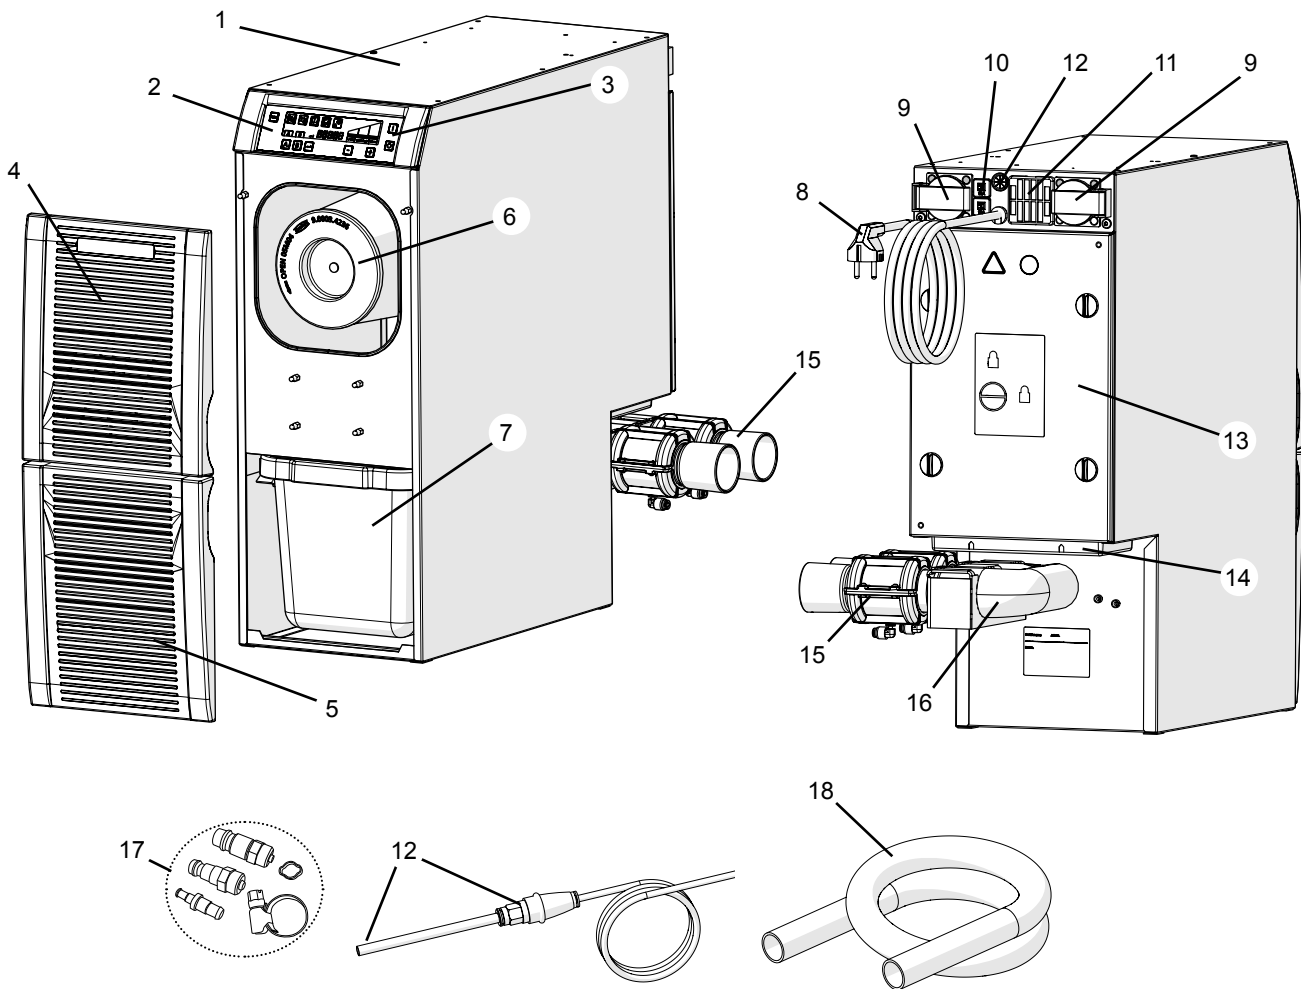

Fig. 1
- l'évacuation de l'air rejeté (14, Fig. 1) ne soit pas entravée.
⇒ Éteindre l'appareil en appuyant sur le commutateur marche / arrêt (3, Fig. 1).
⇒ Choisir le raccord pour tuyau adéquat parmi les accessoires de raccordement fournis (17, Fig. 1) et le fixer sur l'extrémité du tuyau.